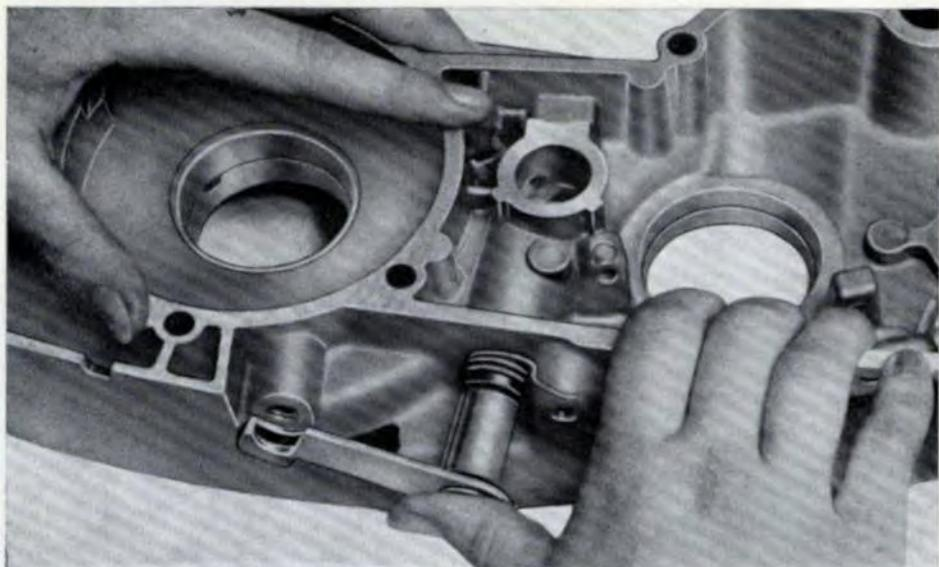

Fig. 18 - Montaggio leva comando frizione
15. Fig. 18 - Infilare la leva comando frizione con relativa molla, nella sede del semicarterm e bloccare la relativa vite di fissaggio posta sul lato opposto del semicarterm.